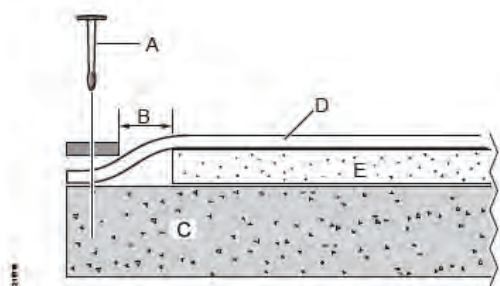

Bild 10: Glasfiberlistens placering.
1. Placera kanten på glasfiberlisten (med räfflorna nedåt) 50 mm (B i Bild 10) från kanten på skumdrasserna (E i Bild 10) i framkanten på båsen.
2. Slå ned spikexpander (A i Bild 10) i de förborrade hålen.